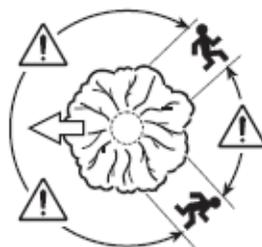

Fig. 36
3. Un chemin doit être prévu et dégagé le cas échéant avant de commencer les coupes. Ce chemin de retraite doit se prolonger en diagonale à l'arrière de la ligne de chute prévue. (Fig. 36).